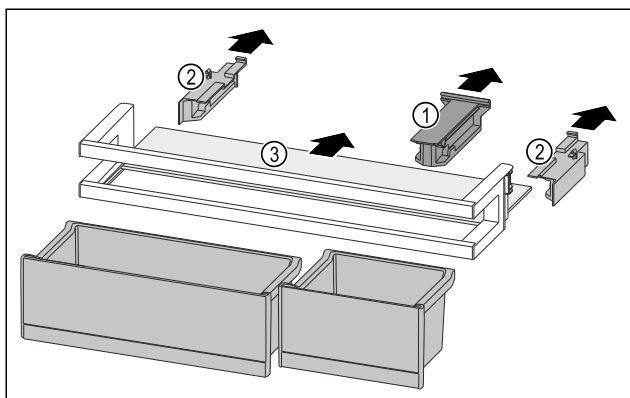

Fig. 230
- Bevestigingsdeel Fig. 230 (1) wegtrekken.
- Zijdelen Fig. 230 (2) wegtrekken.
- Draagplateau Fig. 230 (3) verwijderen.